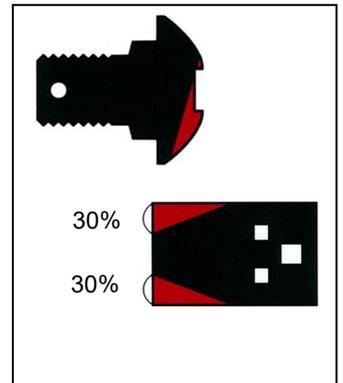

Figure 31
- Lorsque le jeu de vis de lame comporte des têtes usées (1, Figure 31), la lame peut être éjectée et peut provoquer un accident grave. Remplacez le jeu de vis dès que l'empreinte sur la tête disparaît. De plus, remplacez (ou inversez) la lame lorsqu'elle est usée à plus de 30 % (Figure 31).